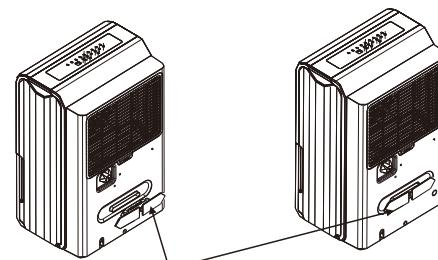

Fig.3a
- ① Sortie du tuyau de drainage continu
- ② Roulettes
- ③ Câble électrique et prise
- ④ Compartiment de rangement (enroulez le câble seulement lorsque vous rangez l'unité comme indiqué dans la figure 3a)
- ⑤ Sortie du tuyau de drainage de la pompe (sur certains modèles uniquement)
- ⑥ Grille de sortie d'air
- ⑦ Filtre d'air